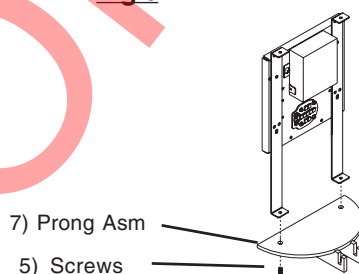

Fig 7
3. **DLSD7, DLSD8, DLSD9 & DLSD17**- Align holes in **Prong Assembly (7)** with holes in bottom of mountin brackets and secure with **Screws (5)** **See Fig 7**.
3. **DLSD7, DLSD8, DLSD9 y DLSD17-** Alinee los orificios del **conjunto de dientes (7)** con los orificios en la parte inferior de las ménsulas de montaje y sujételas con los **tornillos (5)**. Consulte la Fig. 7.